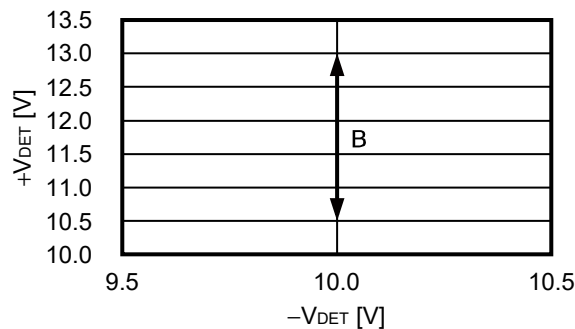

図6 検出電圧、解除電圧設定可能領域 ($-V_{DET} > 10.0\text{ V}$)
2. S-19110シリーズの検出電圧は10.0 V max.ですが、SENSE検出品の $-V_{DET} = 10.0\text{ V}$ 品では、図6のBの領域の解除電圧となります。外付け抵抗を用いて10.0 Vを越える検出電圧を設定する場合は、検出電圧との差が5.0% ~ 30.0%の範囲となる解除電圧を設定することができます。詳細は、「■ 動作説明」、「2. SENSE端子」を参照してください。